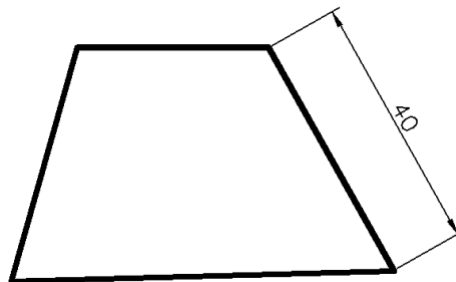

Рисунок 3. Диаметальный размер
5.2. Параллельный размер (рис.3)